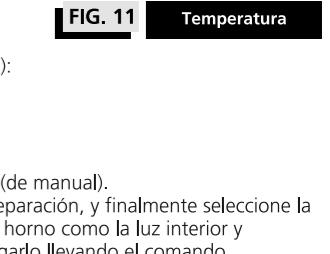

FIG. 11 Temperatura
**IMPORTANTE:** Las temperaturas indicadas en el selector de temperatura (fig. 11), aplican exclusivamente para las siguientes funciones de cocción: 🍲 🍲 🍲